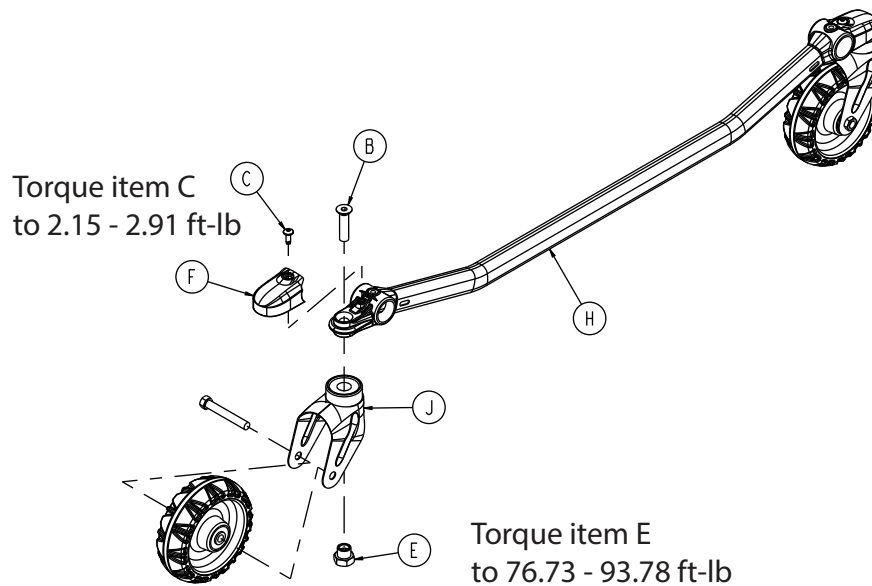

Figure 66 – Composants de la fourche de roulette (tube de base sans frein)
5. À l'aide d'une clé Torx T30, retirer la vis à métaux à tête cylindrique (C) qui fixe le couvercle de montage de roulette (F) au tube de la base (Figure 66). Retirer et conserver le couvercle de montage des roulettes. Conserver la vis.
6. À l'aide d'une clé mixte de 1 po, retirer le boulon à six pans creux à tête plate (B) et l'écrou de roulette (E) qui fixent la fourche de la roulette (J) à l'ensemble soudé du tube de la base (H) (Figure 66). Retirer et jeter la fourche de la roulette. Conserver le boulon et l'écrou.